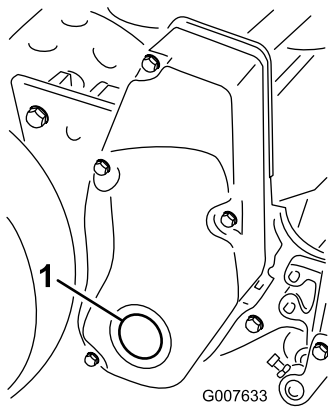

Figura 58
1. Rimuovete il tappo nella copertura dell'azionamento del cilindro destro (Figura 58).